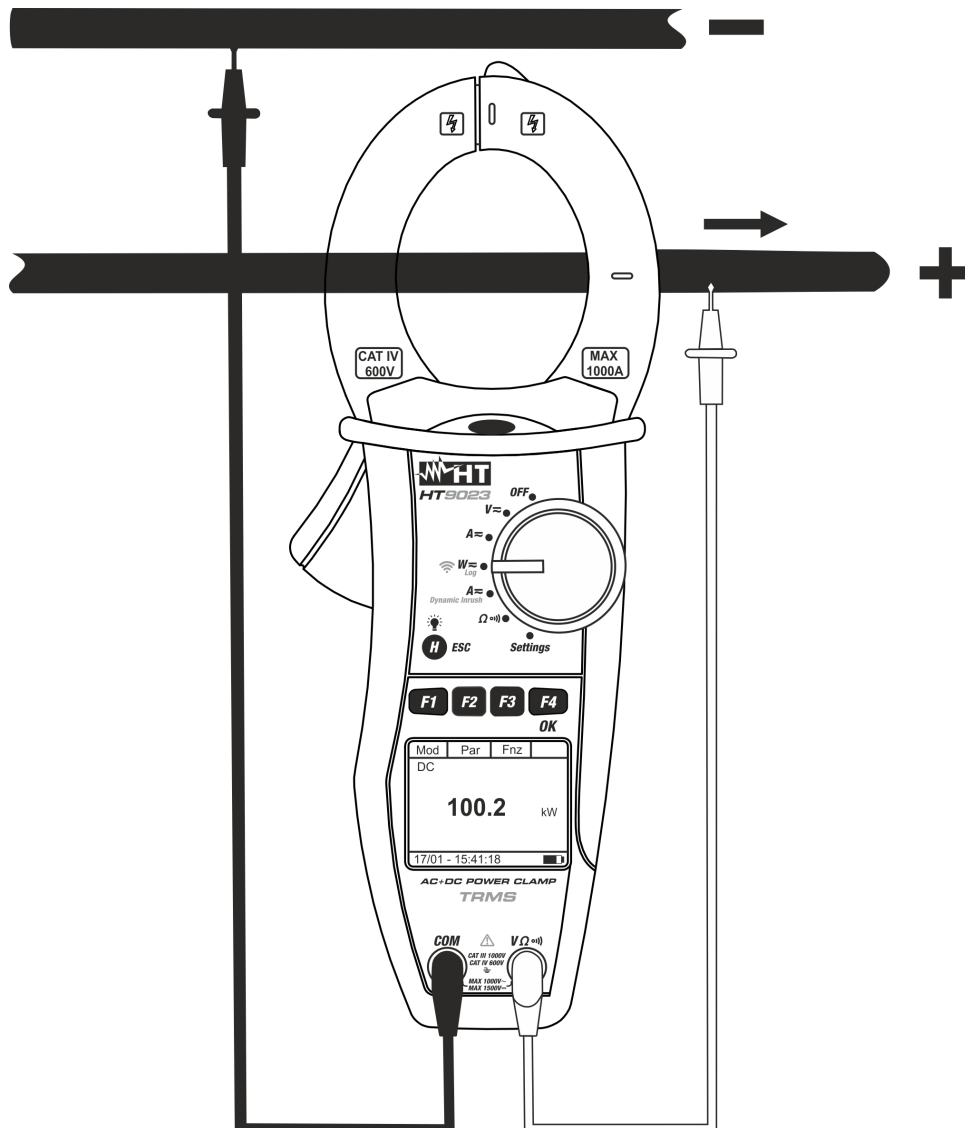

Fig. 12: Medida de Potencia CC
- Inserte el cable rojo en el terminal de entrada **VΩ⁾⁾⁾** y el cable negro en el terminal de entrada **COM**. Posicione la punta roja en el polo “+” y la punta negra en el polo “-” e inserte el cable “+” en el interior del toroidal respetando la dirección de la corriente indicada por la flecha (vea Fig. 12). Inserte el cable en el interior del toroidal en el centro del mismo a fin de obtener medidas precisas. Utilice las marcas presentes como referencia (vea Fig. 2)
- El valor de la Potencia CC se muestra en el visualizador expresado en kW. Pulse la tecla **F2 (Par)**, seleccione con la misma tecla la opción **“Tens/Corr”** para la lectura de los valores de tensión CC y corriente CC y confirme con **F4 (OK)**. La siguiente pantalla se muestra en el visualizador